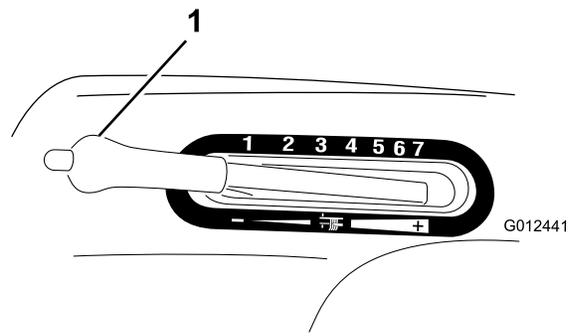

Bild 9
1. Halten Sie die Taste am Schnitthöhenhebel gedrückt (Bild 9).